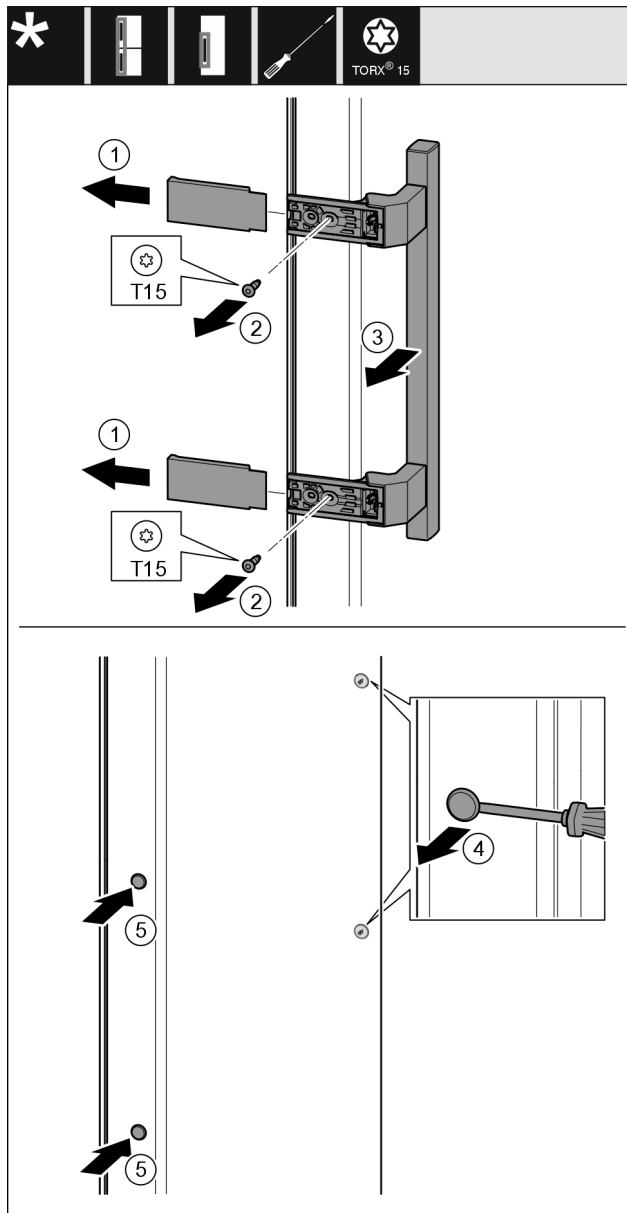

Fig. 22
- Stáhněte kryt Fig. 22 (1).
- Šroubovákem vyšroubujte šrouby Fig. 22 (2).
- Sejměte madlo Fig. 22 (3).
- Postranní zátku Fig. 22 (4) opatrně plochým šroubovákem nadzvedněte a vytáhněte.
- Zátku Fig. 22 (5) opět vložte na druhé straně.